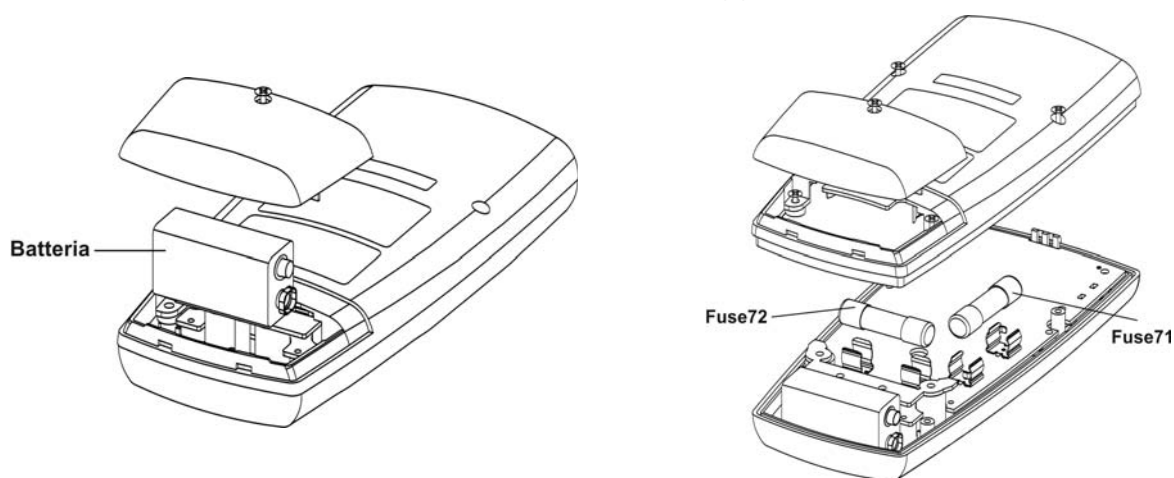

Fig. 11: Sostituzione batteria e fusibili interni
3. Svitare la vite di fissaggio del vano batteria posteriore, rimuovere lo stesso ed estrarre la batteria (vedere Fig. 11)
3. Svitare la vite di fissaggio del vano batteria posteriore e le quattro viti di fissaggio del semiguscio posteriore (vedere Fig. 11)